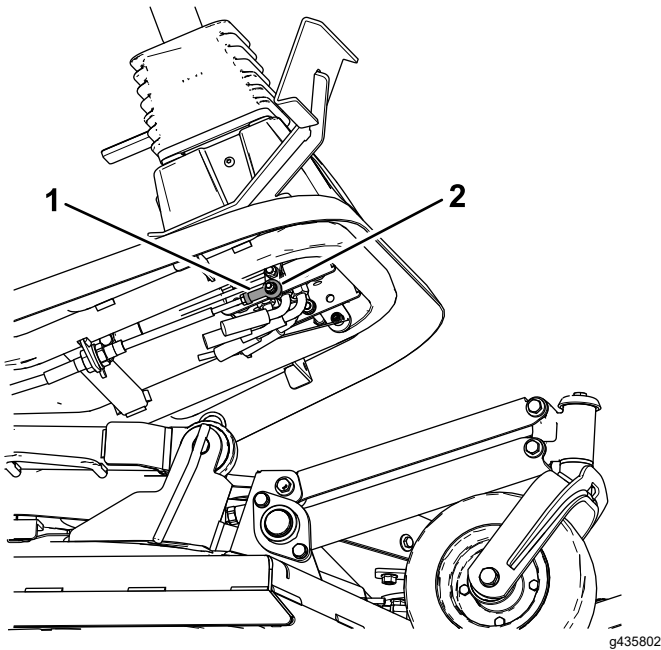

Figure 80
4. Desserrez l'écrou de blocage qui fixe le roulement d'extrémité de la tige du câble de commande de déplacement à la pédale (Figure 80).
5. Retirez le boulon et l'écrou qui fixent le roulement d'extrémité de la tige du câble de commande de déplacement à la pédale (Figure 80).
7. Serrez l'écrou de blocage (Figure 80) et fixez le roulement d'extrémité de la tige à la pédale de déplacement avec le boulon et l'écrou retirés pour bloquer l'angle de la pédale.